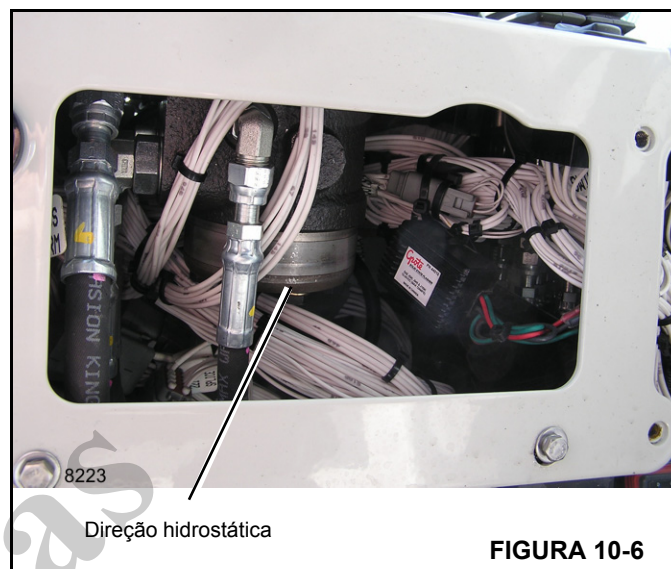

FIGURA 10-6
1. Remova a placa da tampa externa Figura 10-6 na frente do compartimento do operador.